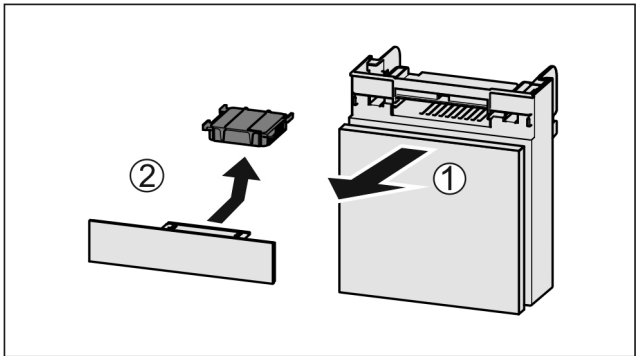

Fig. 171
- 向前拉出 Fig. 171 (1) 抽屉。
- 取出 Fig. 171 (2) 活性炭过滤器。